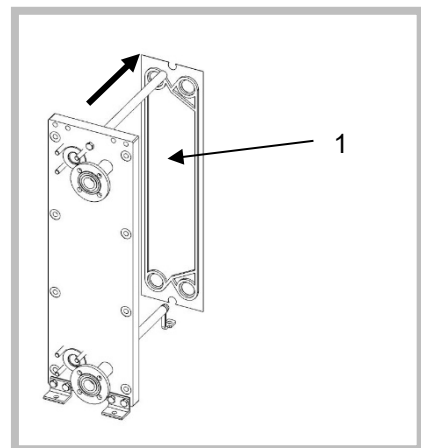

Abbildung 35
2. Lassen Sie die Wärmeübertragerplatten durch eine zweite Person vor Verrutschen sichern. Schieben Sie die Wärmeübertragerplatte [1] einzeln aus der Tragstange (Abbildung 35).